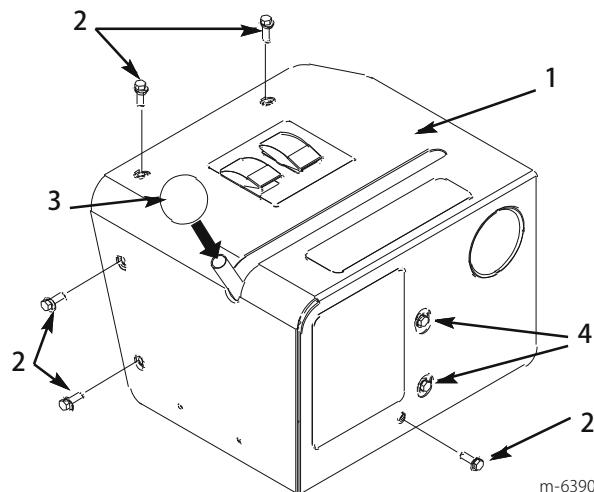

図28
17. コントロール・ボックス・カバーをコントロール・ボックス取付ブラケットに取り付ける（図28）。フランジ・ボルト（ $1/4 \times 3/4$ インチ）5本を使用。
18. ノブをバルブ制御レバーに取り付ける（図28）。
19. 必要であれば前パネルのボルトをゆるめ、バルブ・アセンブリの位置を変えてレバーがスロットの中を動けるようにする（図28）。